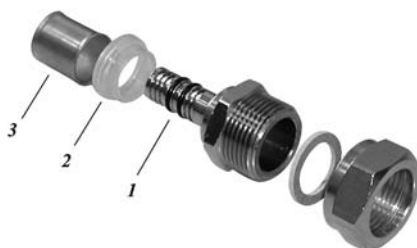

Рис. 1.4
Пресс-фитинг (см. рис. 1.4) состоит из штуцера, выполненного как единое целое с корпусом фитинга (1), прозрачного пластикового кольца (2), металлической обжимной гильзы из высоколигированной стали (3).